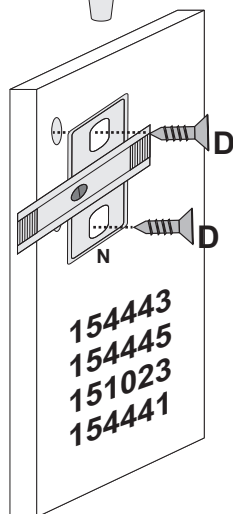

FIGURA 02
- 2 - Fixar o calço dobradiça (N) nas peças 154443, 154445, 151023 e 154441 usando parafuso 35x12 (D). **FIGURA 02**